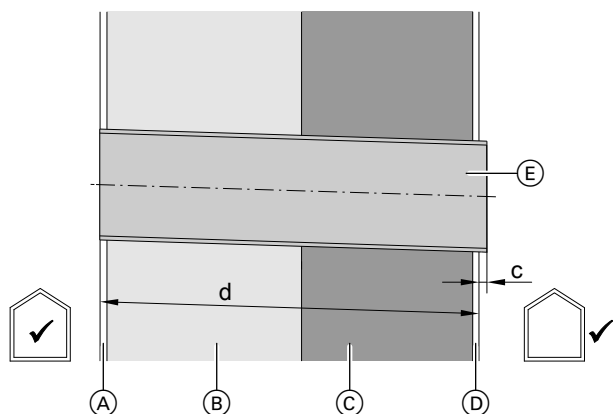

Abb. 9
- Montage mit Außenwandblende: Länge d ermitteln: Siehe Abb. 9.